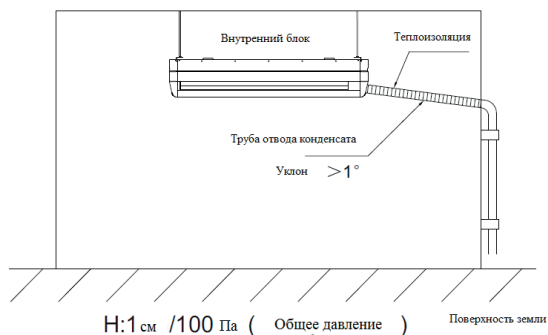

Рис.23
- д) После монтажа трубопровода отвода конденсата необходимо провести тестовый контроль на предмет протечек с помощью подачи небольшого количества воды, чтобы проверить отсутствие протечек в местах соединений и беспрепятственный поток воды. Для нового помещения проведите тестовый контроль на предмет протечек перед монтажом потолка, см. Рис.23.